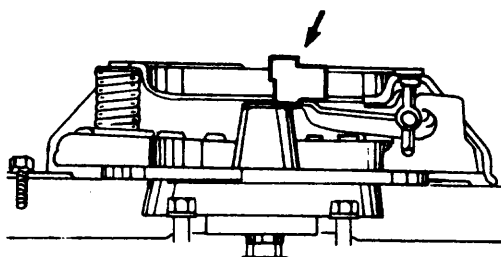

Fig. 3
- b Regule las palancas de desembrague, controlando su altura con una plantilla profundímetro (fig. 3), según especificaciones de fábrica.